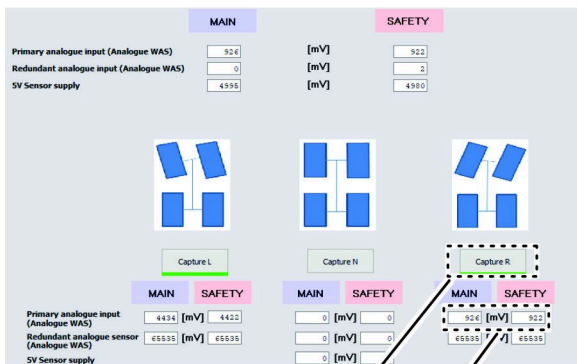

Bild 149
6. Klicken Sie auf das Symbol CAPTURE R [Rechts erfassen] (Bild 149).